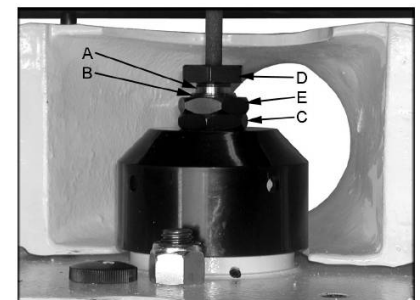

Fig 3
Den Schleifdornkegel (A, Fig 3) und die Spindelaufnahme (B) reinigen.
Mit den gelieferten Gabelschlüsseln die Schleifdornmutter (D) im Gegenuhrzeigersinn lösen, dabei die Spindel an der oberen Spindelmutter (E, Fig 3) festhalten.